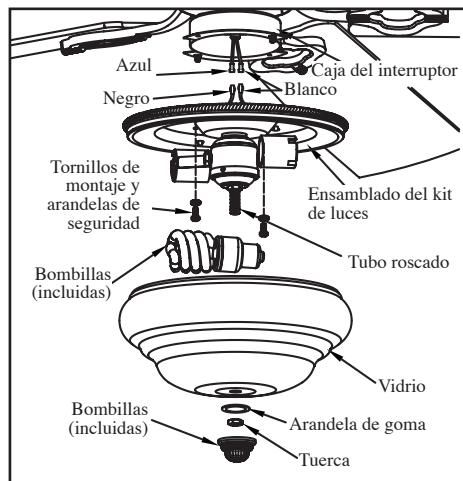

Figura 16
interruptor debajo del ensamblado del motor del ventilador; afloja, sin quitar, los otros dos tornillos y las arandelas (Figura 16).
6. Con la corriente desconectada, instala las bombillas (14 vatios máx.) en los portalámparas (Figura 16).